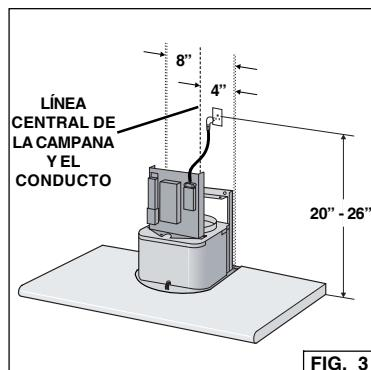

FIG. 3
3. Monte el receptáculo de 20" – 26" sobre la parte inferior de la campana Fig. 3
4. Coloque el receptáculo dentro de los límites mostrados y fuera del centro del conducto (para permitir la conexión del cable de alimentación y que la zona de la salida de humos esté despejada). Fig. 3